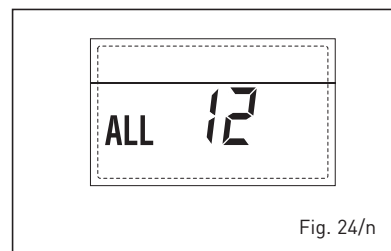

Fig. 24/n
- INTERVENTO TERMOSTATO SICUREZZA PRIMA ZONA MISCELATA "ALL 20" (fig. 24/p)